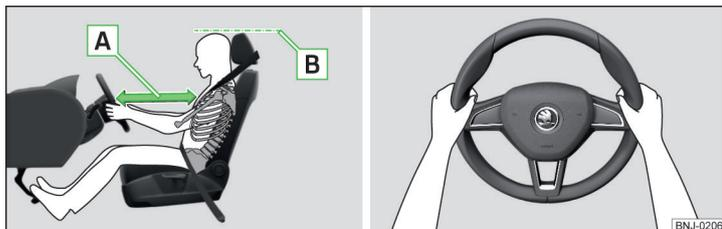

Fig. 2 Posición de asiento correcta del conductor / Posición correcta del volante
- ✓ Ajustar el volante de tal modo, que la distancia entre el volante y el esteroón sea, como mínimo, 25 cm » fig. 2 - A.
- ✓ Ajuste el reposacabezas de tal modo que el borde superior del mismo se encuentre a ser posible a la misma altura que la parte superior de su cabeza (no es válido para los asientos con reposacabezas integrado) » fig. 2 - B.
- Durante la conducción, sujete el volante con ambas manos por el borde exterior de los lados en las posiciones de las "9" y "3" horas » fig. 2. No sujete nunca el volante en la posición de las "12 horas" o de cualquier otro modo (p. ej., en el centro, en el borde interior del volante, etc.). De lo contrario puede generarse lesiones graves en los brazos, manos y la cabeza cuando se activa el airbag.
- ✓ Ajustar el reposacabezas de tal modo, que el borde superior del mismo se encuentre dentro de lo posible a la misma altura que la parte superior de su cabeza » fig. 2 de la pág. 11 - **B** (no es válido para asientos con reposacabezas integrados).
- ✓ Ajustar los reposacabezas de tal modo, que el borde superior de los mismos se encuentren de ser posible a la misma altura que la parte superior de la cabeza » fig. 2 de la pág. 11 - **B**.